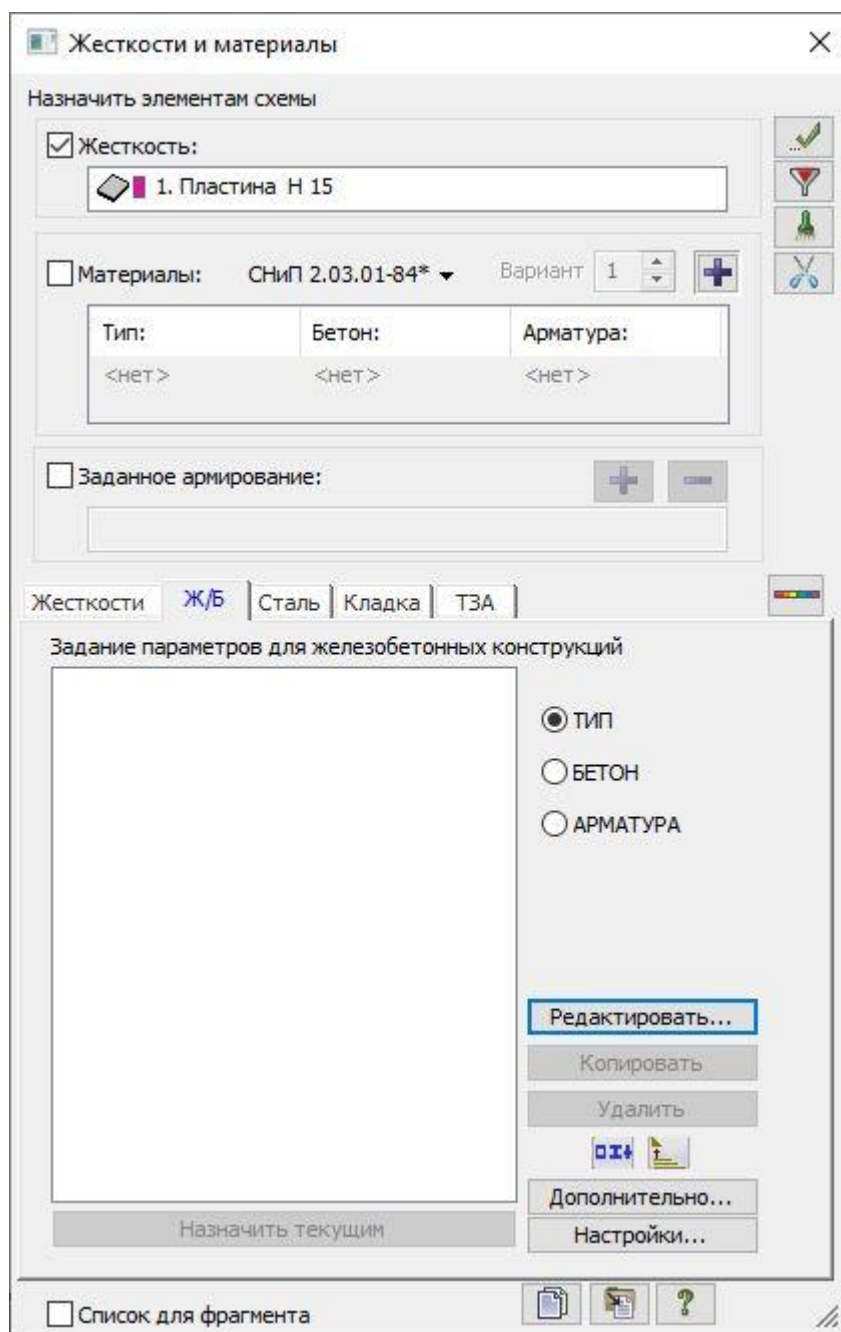

Рис.2.10. Диалоговое окно Жесткости и материалы
- При включенной радио-кнопке **Тип** щелкните по кнопке **Редактировать** (рис.2.10).